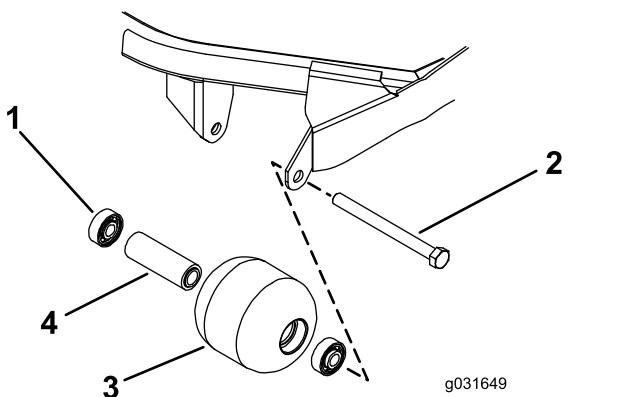

Рисунок 73
1. Снимите болт крепления валика (Рисунок 73).
4. Осмотрите корпус, подшипники и распорную втулку подшипника валика на наличие повреждений (Рисунок 73).
1. Нажимая только на наружное кольцо или с одинаковым усилием на внутреннее и наружное кольцо, запрессуйте первый подшипник в корпус валика (Рисунок 73).
2. Вставьте втулку подшипника (Рисунок 73).
3. Нажимая только на наружное кольцо или с одинаковым усилием на внутреннее и наружное кольцо, запрессуйте второй подшипник в корпус валика до его контакта с распорной втулкой (Рисунок 73).